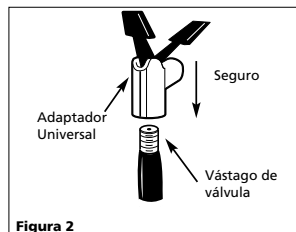

Figura 2
3. Infle el objeto asegurando el adaptador al vástago de la válvula. Asegúrese de presionar el adaptador universal completamente hacia abajo sobre la rosca del vástago de la válvula. Cuando el adaptador universal esté firmemente colocado en su sitio, presione la palanca de seguro hacia abajo para sujetarlo en el vástago de la válvula (ver Figura 2).